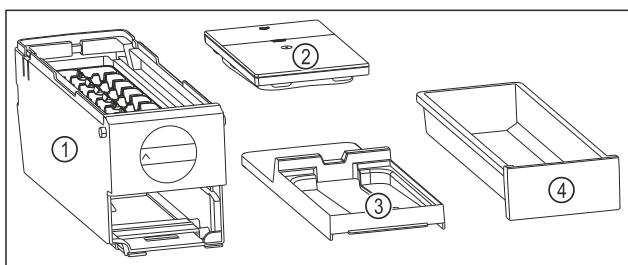

Fig. 76 Составные части EasyTwist-Ice
- EasyTwist-Ice разобран на четыре части. (см. Fig. 76)
- Разбирайте EasyTwist-Ice только на составные части, представленные на рисунке. (см. Fig. 76)
- Очищайте корпус EasyTwist-Ice Fig. 76 (1) как цельное устройство.